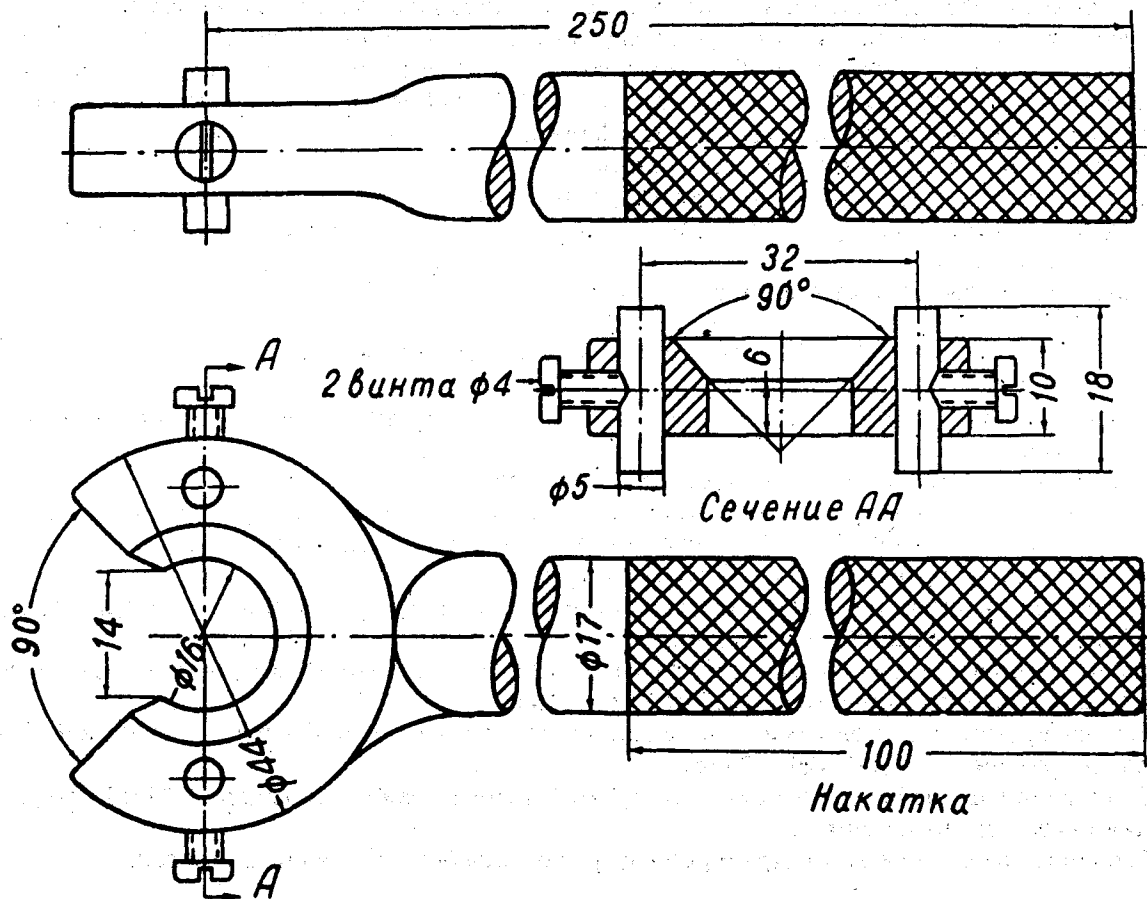

Рис. 52. Специальный ключ для разборки амортизатора
2. Специальным ключом (рис. 52) подтянуть гайку моментом 7-8 даН·м (7-8 кгс·м).
2. Отвернуть гайку резервуара специальным ключом (рис. 52).